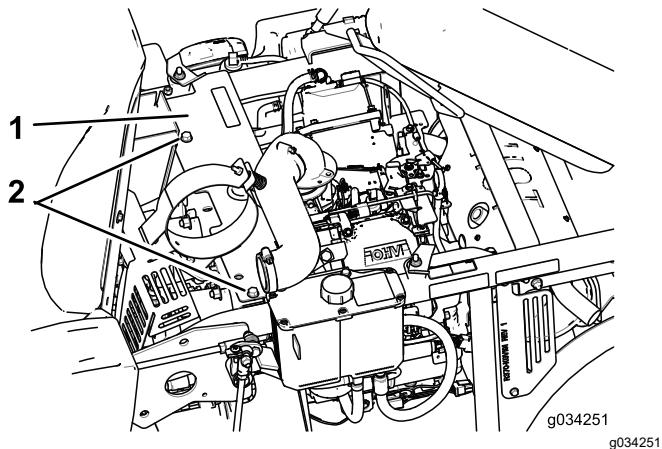

Figure 30
7. Graissez le bras de la poulie de tension de la courroie de pompe (Figure 30).